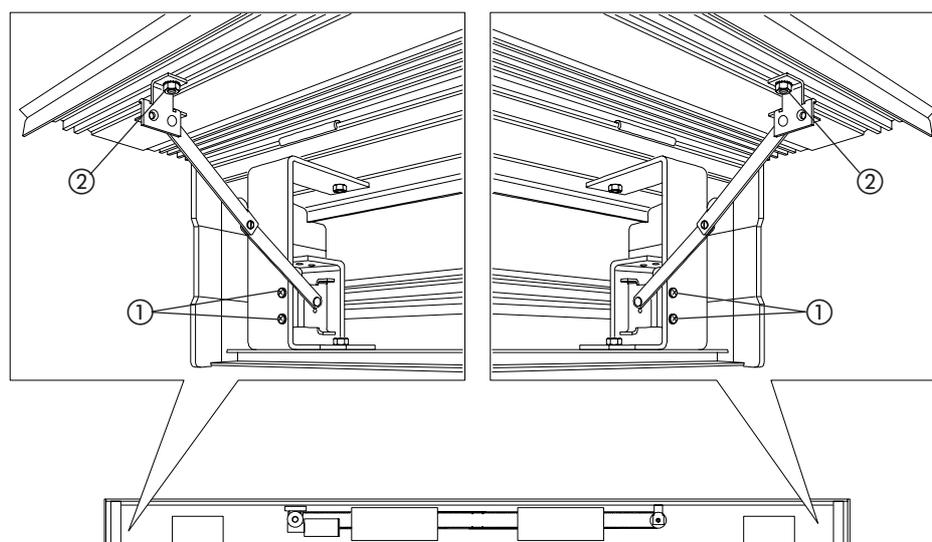

fig. 81
Fixer les deux leviers de soutien du carter aux pattes de support du carter situées le plus à l'extérieur en utilisant les 4 vis fournies (fig. 81 réf. ①). Positionner les deux leviers de soutien sur les deux tirants M5 situés le plus à l'extérieur disposés précédemment (fig. 76 références A et D) et les bloquer avec les écrous fournis (fig. 81 réf. ②).